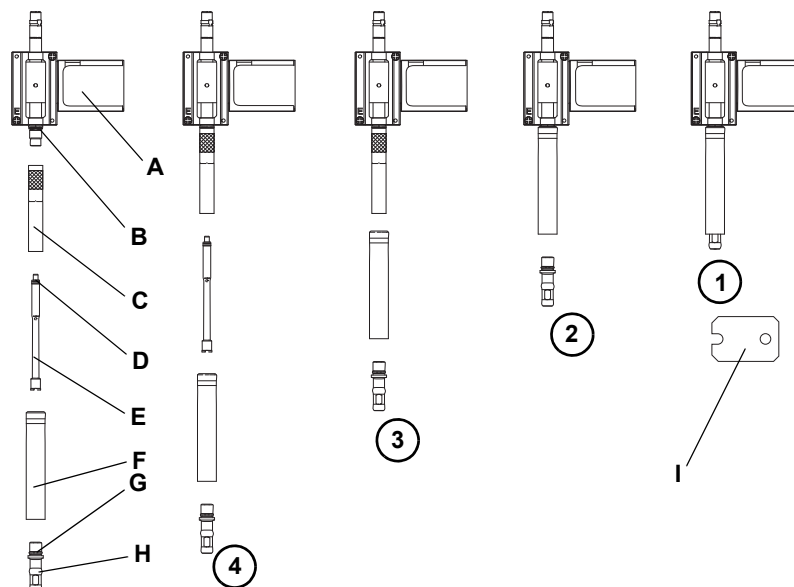

Рис. 7-11 Удаление или установка механизма захвата одноразовых наконечников пневматического устройства LiNa
- 2 Придерживая выводную трубку и адаптер наконечника, открутите конус одноразового наконечника с помощью входящего в комплект поставки конусного ключа DiTi (шаг (1) и (2) на Рис. 7-11, Ил. 7-42).
- 4 Снимите выводную трубку наконечника (шаг (3) на Рис. 7-11, Ил. 7-42).
- 5 Отвинтите и извлеките цилиндр адаптера и воздушную трубку (шаг (4) на Рис. 7-11, Ил. 7-42).